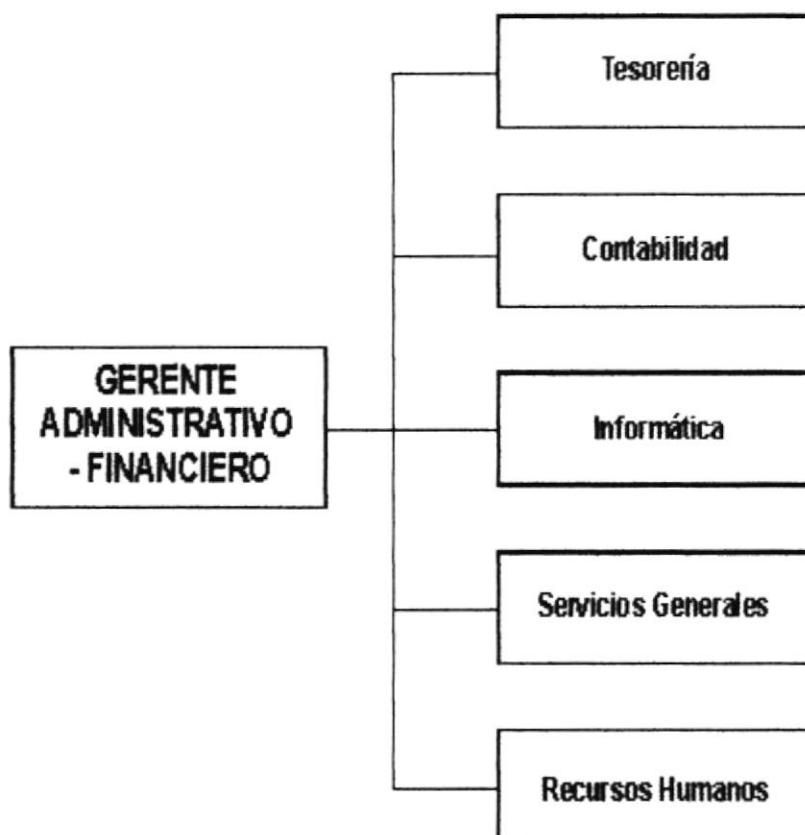

FIGURA 1.4 ESTRUCTURA ORGANIZACIONAL DEL ÁREA ADMINISTRATIVA Y FINANCIERA
- Servicios generales: administra comedores, transportes de personal, alojamientos, etc, como lo muestra la figura 1.4.